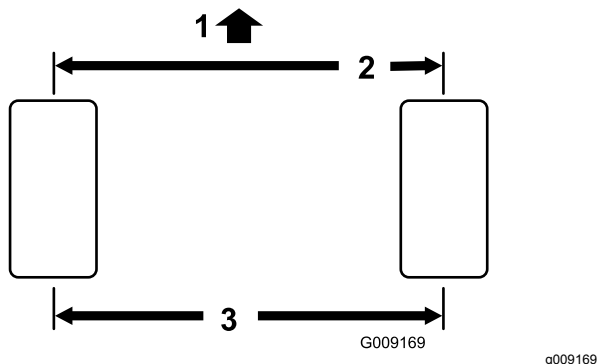

Figura 70
1. Meça a distância de centro a centro (à altura do eixo) na zona dianteira e traseira dos pneus da direção. A medição dianteira deve ser 3 mm inferior à medição traseira (Figura 70).